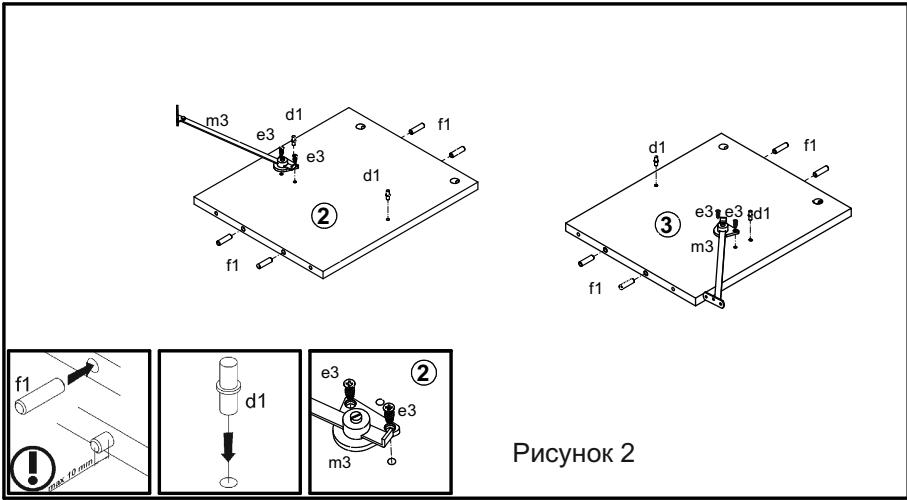

Рисунок 2
2. В отверстия Ø8 мм на верхних и нижних кромках стенок боковых 2, 3, вбить деревянные шканты f1 (см. рис. 2).
4. В отверстие Ø5 мм на внутренних поверхностях стенок боковых 2, 3 еврошурупами e3 закрепить кронштейны бара m3 (см. рис. 2).
7. В отверстия Ø5 мм на внутренних поверхностях стенок боковых 2, 3 вбить полкодержатели d1 (см. рис. 2).